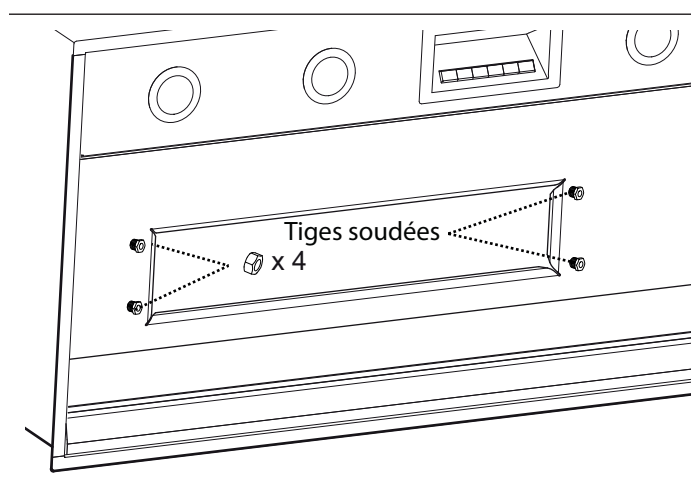

Figure 6 : Emplacement des tiges soudées
1. Le ventilateur est fixé à la hotte à l'aide des deux tiges soudées à la plaque de montage. La Figure 6 montre l'emplacement de ces tiges.
3. Fixez quatre (4) écrous (compris avec la hotte) aux tiges soudées. Serrez les écrous pour fixer le ventilateur à la hotte.
1. Enlevez le couvercle de la boîte de connexion qui recouvre les fils (*consultez la Figure 6 à la page 10*).
2. Enlevez les entrées défonçables circulaires (*Figure 6 à la page 10*).
1. Enlevez le couvercle de la boîte de connexion qui recouvre les fils (consultez la Figure 6 à la page 10).
2. Enlevez les entrées défonçables circulaires (Figure 6 à la page 10).
- b) Enlevez le couvercle de la boîte de connexion (consultez la Figure 6 à la page 10).